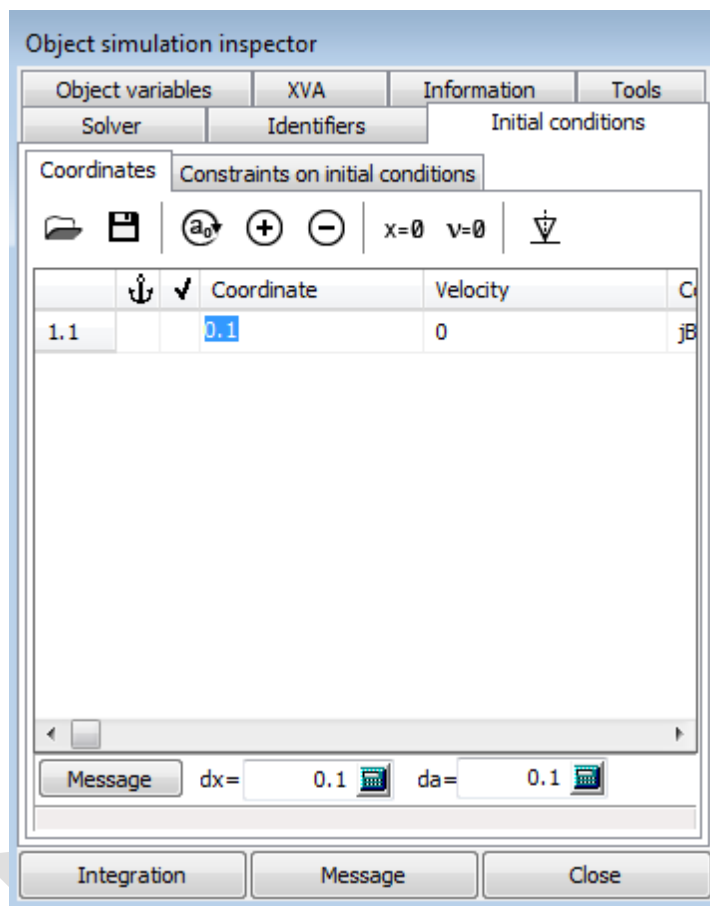

图 2.20 设置初始条件
9. 点击仿真控制界面 **Object simulation inspector** 的 **Initial conditions**，定义初始位移值为 **0.1** (m)，如图 2.20 所示。这表示我们将刚体 **Brick** 初始偏移一定距离，使之远离平衡位置，这样才能获得较大幅度的振动。